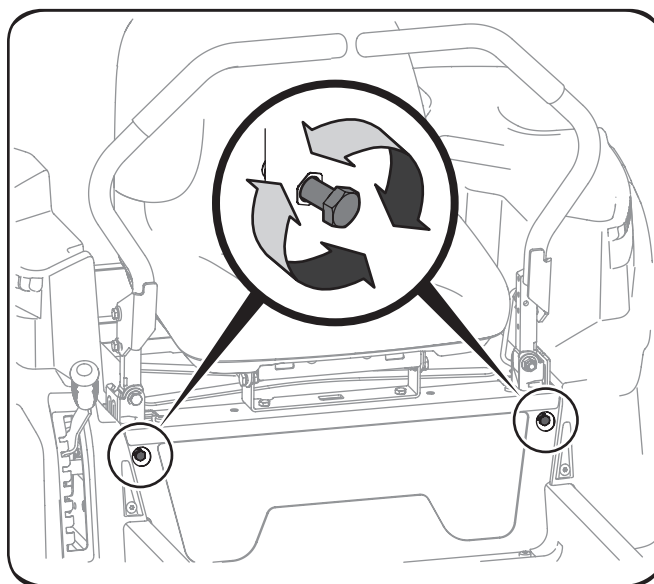

Figura 6-7
2. Localice los tornillos de ajuste de tope de la palanca de control de desplazamiento en la parte delantera del bastidor del asiento. Consulte la Figura 6-7.